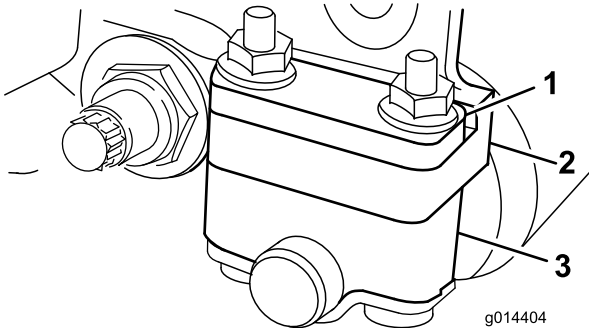
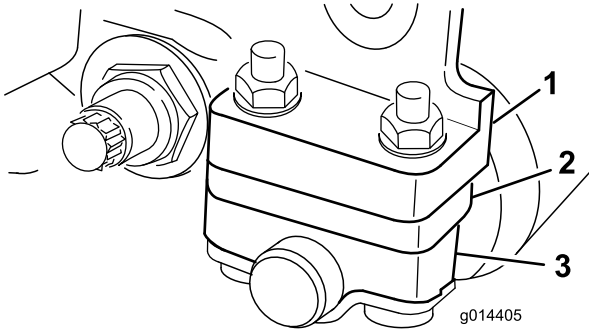

图11
图12
根据您想要的剪草高度范围，需要将后滚筒支架（图11 或图12）调整到较低或较高的位置：
- 如图11 所示，当剪草高度设置介于 1.5~6mm 之间时，将隔片放在侧板安装法兰的上方（出厂设置）。
- 如图12 所示，当剪草高度设置介于 3~25mm 之间时，将隔片放在侧板安装法兰的下方（出厂设置）。
- 4. 需要时，将隔片放入滚筒支架上方或下方的螺丝上（图11 或 图12）。